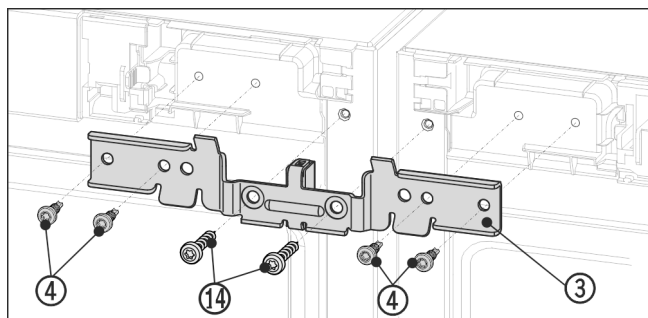

Fig. 13 Приблизне відображення
- ▶ Всунути кут Fig. 13 (3) з дистанційною прокладкою між пристроями і на цапфу. Трохи прикрутіть кут з допомогою чотирьох гвинтів Fig. 13 (4) та заздалегідь викручених гвинтів заземлення Fig. 13 (14) поперемінно зліва та справа.